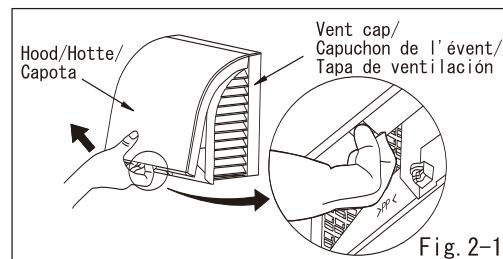

Fig. 2-1
(2) Take off the Hood as Fig. 2-1.
Retirez la hotte comme dans la fig. 2-1.
Saque la Capota como se muestra en la Fig. 2-1.